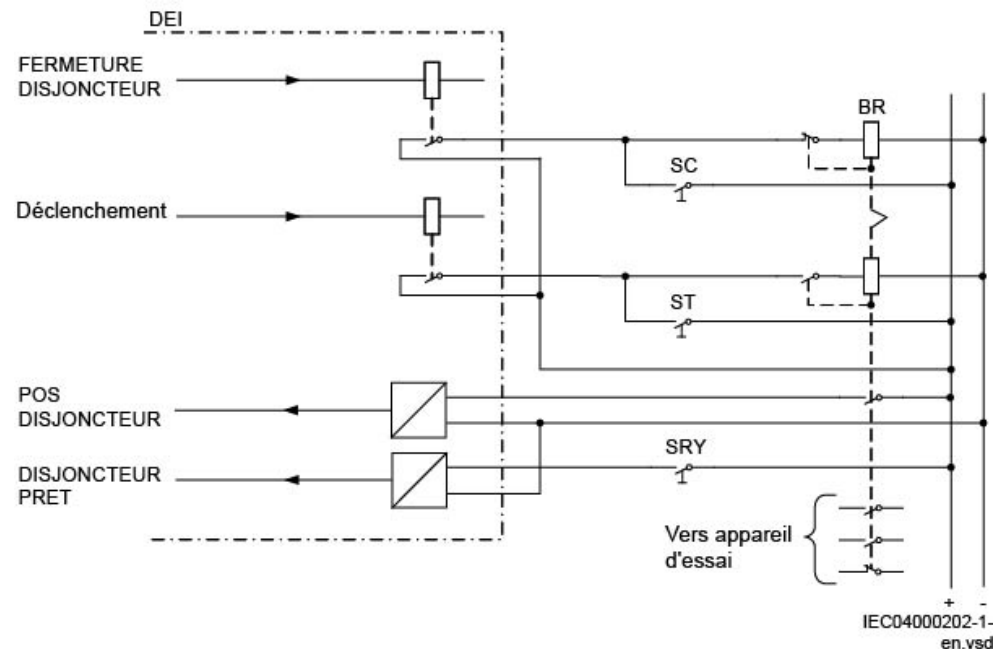

Figure 23: Simulation du fonctionnement du disjoncteur par un relais bistable/ simulateur de disjoncteur et des commutateurs manuels
La vérification est exécuté en association avec les fonctions de protection et de déclenchement. La figure 23 illustre une configuration de test conseillée, dans laquelle le disjoncteur (CB) est simulé par un relais bistable externe (BR), par exemple un relais de type RXMVB2 ou RXMD ou un simulateur de disjoncteur ABB. Les commutateurs manuels suivants sont utilisés :
- Commutateur ou bouton-poussoir pour enclencher (SC)
- Commutateur ou bouton-poussoir pour déclencher (ST)
4. Réaliser les configurations pour la simulation du disjoncteur, par exemple comme dans la figure 23.